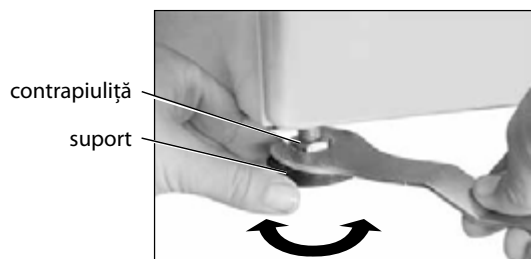

Figura 5
3.2.2 Așezați mașina după nivel strict orizontal, deșurubând sau răsucind, în primul rând, suporturile reglabile din față, în conformitate cu Figura 5: slăbiți cu cheia pentru piulițe contrapiulițele de pe suporturi, reglați înălțimea suporturilor, strângeți contrapiulițele. Instalarea incorectă a mașinii după nivel sau strângerea insuficientă a